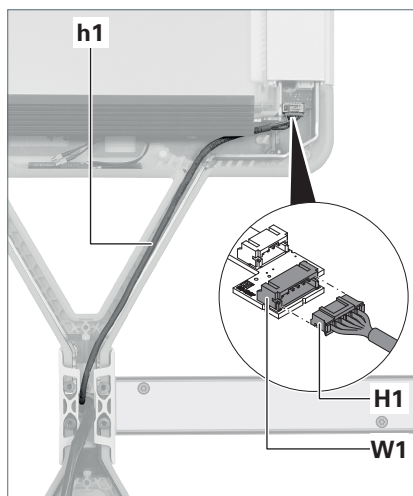

Fig. 16: Collegare la linea di comando .
2. Posare la linea di comando **h1** dalla traversa nel braccio di supporto della testa dell'apparecchio 1, vedere Fig. 16.